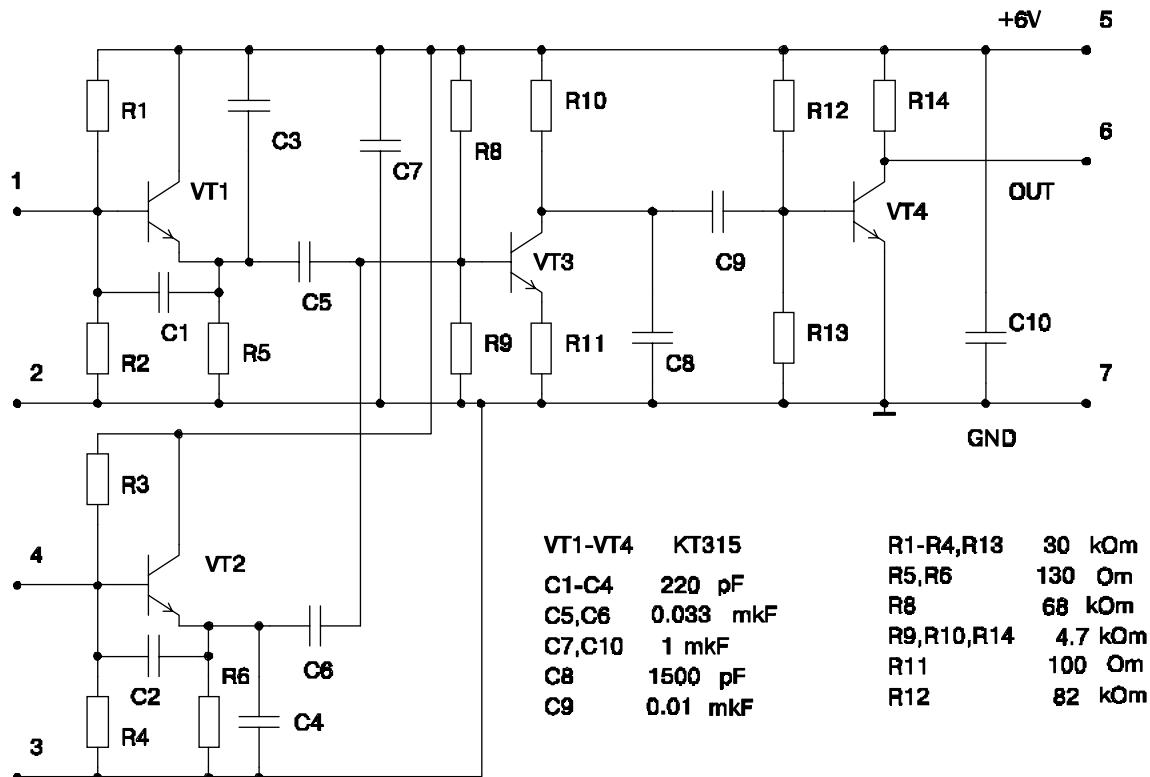
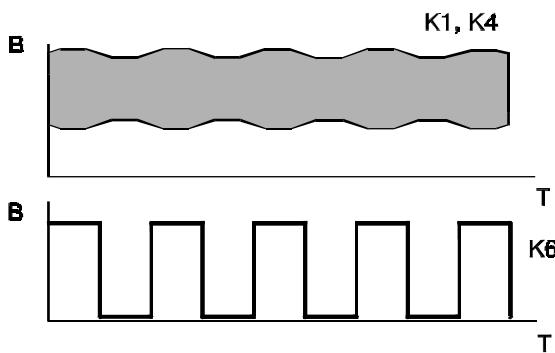

Рис. 3. Схема платы GEN
Рис. 4. Осциллографмма напряжений на контактах платы GEN
5.3.1. В качестве чувствительного элемента для измерения деформации используются тензочувствительные кварцевые резонаторы, наклеенные на перемычку упругого элемента. Для возбуждения кварцевых резонаторов на частоте резонанса (10 МГц) используется генераторная плата GEN (Рис.3). Тензочувствительные кварцевые резонаторы, включенные по дифференциальной схеме, под действием измеряемого груза изменяют частоты собственных колебаний. Разность этих частот выделяется генераторной платой и в виде последовательности прямоугольных импульсов (Рис.4) поступает на метрологическую плату. Тензочувствительные резонаторы подобраны таким образом, что при увеличении нагрузки на датчик увеличивается разностная частота. Начальная разностная частота лежит в пределах 2...7 КГц.